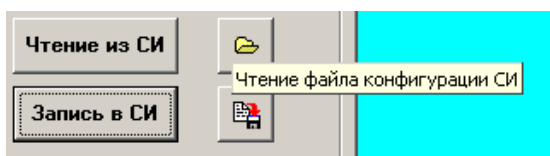

Рисунок 5.44
- нажать на кн. «Чтение файла конфигурации СИ» (рисунок 5.44). В результате на экране отобразится форма, представленная на рисунке 5.45;